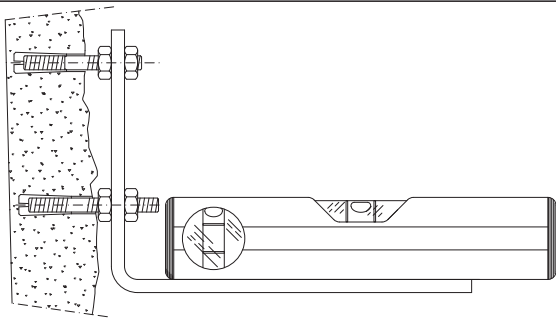

Fig. 5
- Den Getriebemotor mit den 4 Schrauben an der Platte befestigen, wobei dieser von rechts nach links ausgerichtet wird (Fig.5).